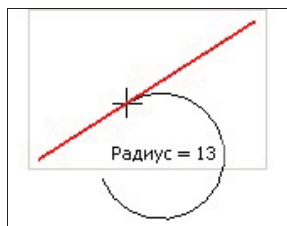

Рис. 6.11. Построение дуги, касательной к прямой
- ◆ задайте точку **t1**, через которую должна пройти дуга. Система строит два фантома дуг (рис. 6.11);